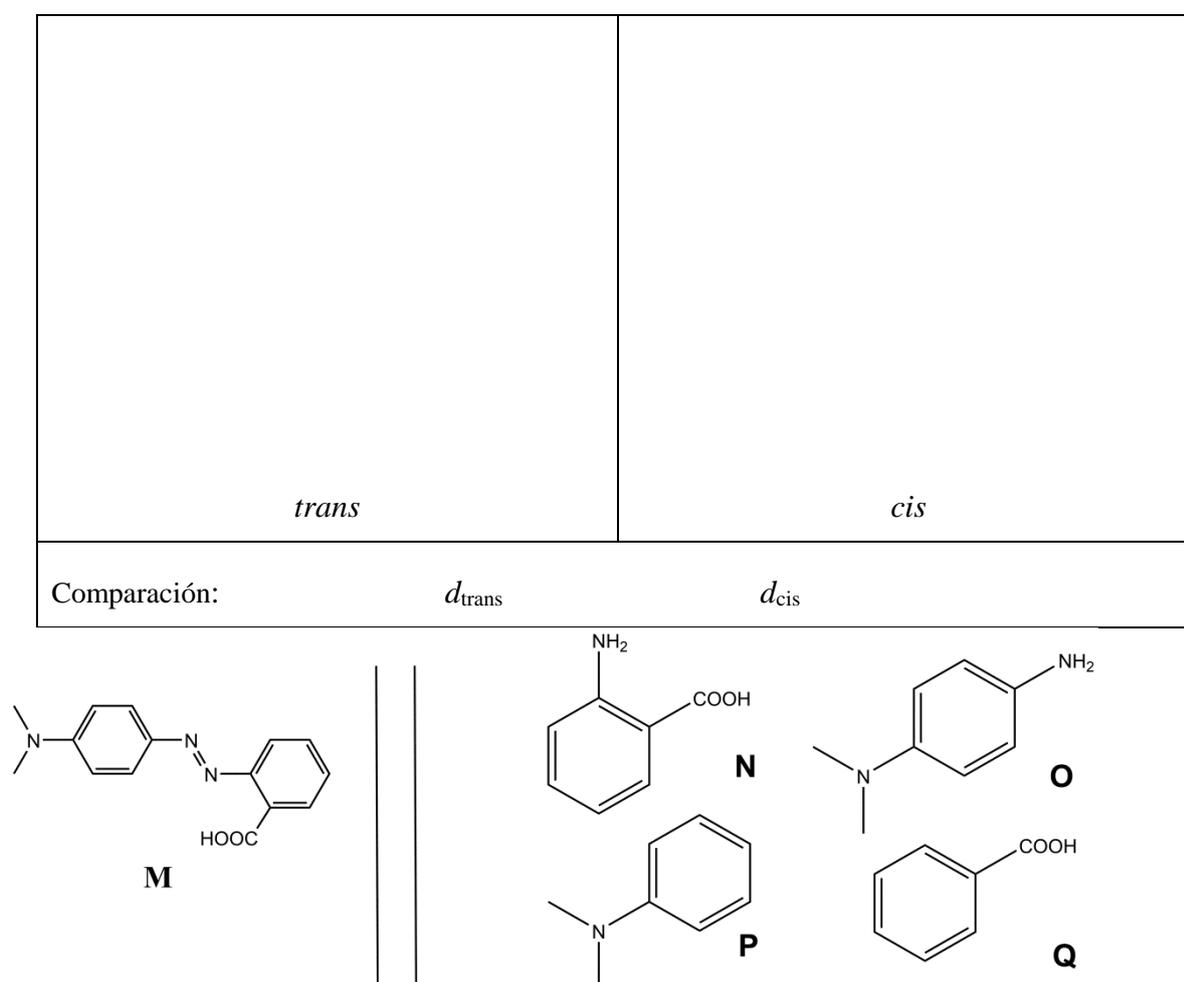

Fig. 1 – Posibles reactivos para la síntesis de *M*.
2. **M** puede ser sintetizado en dos pasos a partir de reactivos simples (Fig. 1). **Elija** entre los reactivos sugeridos (**N** a **Q**) aquellos que puedan producir **M** con una regioselectividad muy alta. El nitrito de sodio ($NaNO_2$) en ácido clorhídrico acuoso frío se utiliza como reactivo para el primer paso de la síntesis.